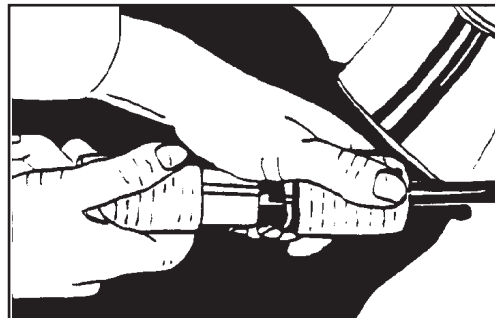

Figure 5
Cette machine doit être mise à la terre pour protéger l'opérateur du danger d'électrocution. La machine est munie d'un cordon d'alimentation avec deux principaux conducteurs et un conducteur de terre. Branchez la fiche dans un réceptacle du type indiqué dans la figure 5. Le conducteur vert et jaune est le conducteur de terre. Ne jamais brancher ce conducteur à une borne autre que celle de mise à la terre.
2. Raccordez la rallonge au petit cordon d'alimentation de la machine. Voir Figure 5.